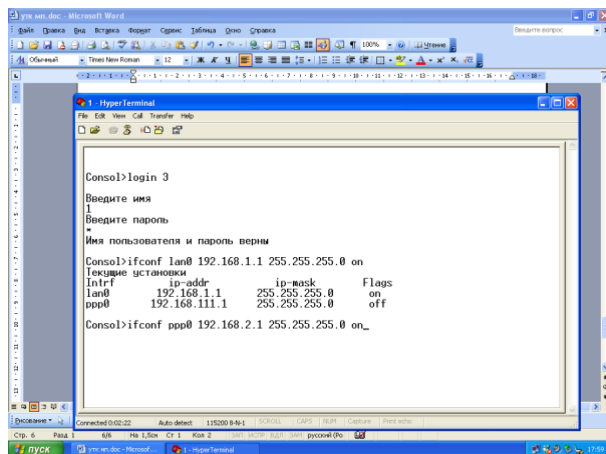

Рис. 11
8. Набрать команду: *ifconf ppp0 192.168.2.1 255.255.255.0 off*, нажать *Enter* (рис. 11).